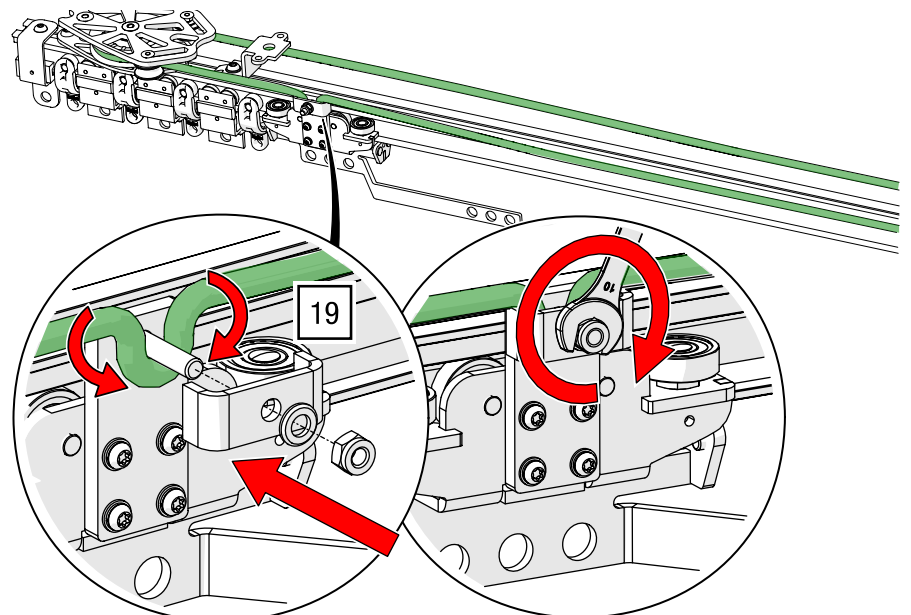

Abb. 84: Seitliche Seilführung – Seil am zweiten Zugwagen anklebmen
19. Verkleben Sie das Seil im ersten Zugwagen bei der Umlenkrolle und ziehen Sie die Mutter mit einem Gabelschlüssel SW 10 an (siehe Abb. 84).